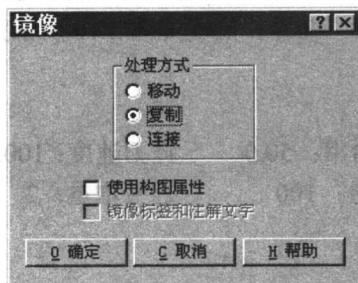
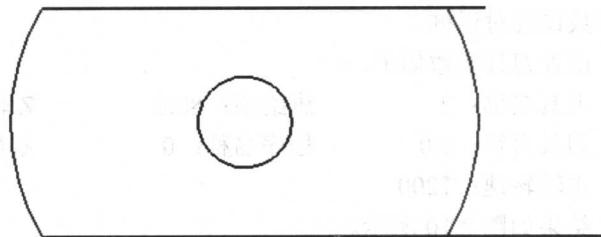

图 2.6 “镜像”对话框
图 2.7 镜像后效果
④执行“回主功能表”|“X 转换”|“M 镜像”|“W 窗选”|“R 矩形”(选择图示圆弧)|“D 执行”|“Y 轴”命令，出现如图 2.6 所示对话框。选择“复制”单选项，单击“确定”按钮，结果如图 2.7 所示。